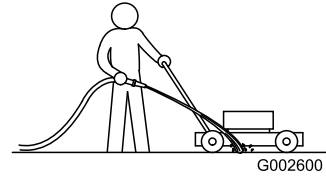

Bild 41
1. Lassen Sie den Motor auf einer flachen, befestigten Oberfläche laufen und sprühen Sie Wasser vor das rechte Hinterrad (Bild 41).